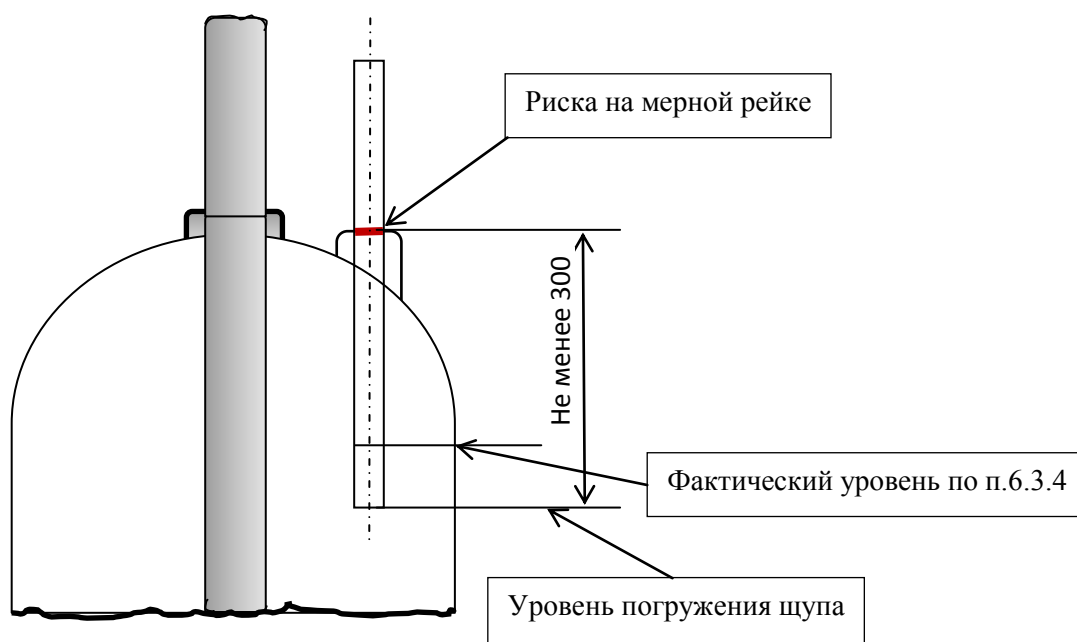

Рис. 2 Схема замера уровня ОТВ
6.3.4 Замерить фактический уровень воды в корпусе, заправленный согласно п.6.3.3 для чего в бобышку на корпусе, в которой установлен предохранительный клапан (См.рис 1., поз. 4), поместить мерную шуп - рейку. В качестве шупа использовать стержень (пруток) диаметром не более 10 мм, с нанесенной рисккой (см. Рис. 2). Расстояние от риски до конца стержня погружаемого в корпус МУПТВ не менее 300 мм. Совместить риску на стержне с краем бобышки. Замерить длину сухого участка шупа до риски. Результат занести в таблицу В1 приложения В.